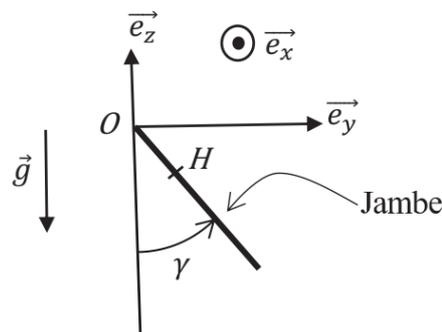

Figure 1. Jambe et repère cartésien
On assimile la jambe à un solide rigide de masse m_0 et de longueur d en rotation autour d'un axe horizontal (O, \vec{e}_x) fixe dans le référentiel d'étude. (O, \vec{e}_x) passe par la hanche du randonneur (il est sortant sur la figure 1). La liaison pivot en O est supposée parfaite. Le moment d'inertie du solide par rapport à l'axe (O, \vec{e}_x) est noté J . On néglige tout frottement. On note H le centre d'inertie de la jambe situé à la distance d' de O . La jambe ne touche pas le sol dans cette étude. γ est l'angle entre la verticale passant par O et la droite (OH) .